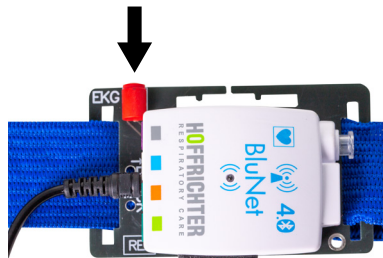

Abbildung 35: So schließen Sie das EKG-Kabel an
1. Schließen Sie das EKG-Kabel Art. 00020281, Abbildung 35, an den EKG-Eingang der BluNet PG Trägerplatte.